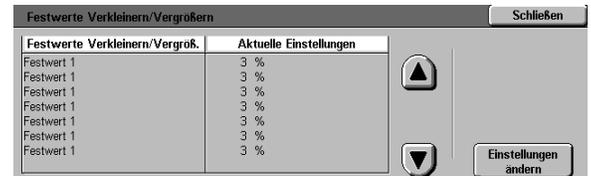

Abb. 55: Festwerte Verkleinern/Vergrößern
- 1 Im Bildschirm “Hilfsprogramme” **Standardwerte Verkleinern/Vergrößern** betätigen. Der Bildschirm “Festwerte Verkleinern/Vergrößern” erscheint (s. Abb. 55).